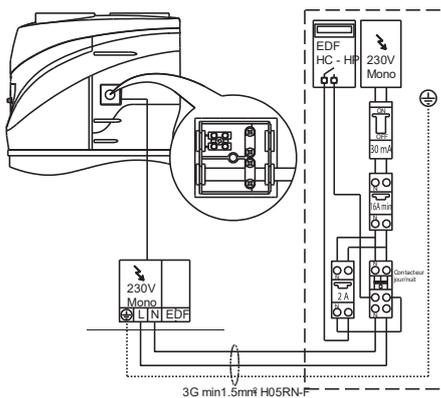

fig. 11 Raccordement électrique avec alimentation jour/nuit
**RACCORDEMENT ELECTRIQUE AVEC TARIF BI-HORAIRE ET CONTACTEUR JOUR/NUIT (Fig. 11)**